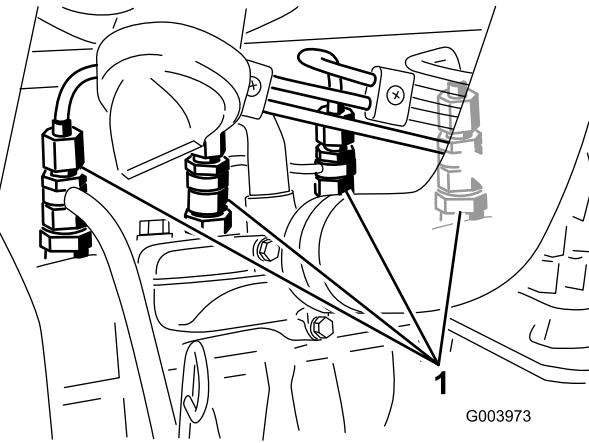

図 38
- 燃料噴射ポンプの No.1 インジェクタノズル(図 38)へのパイプ接続部をゆるめる。